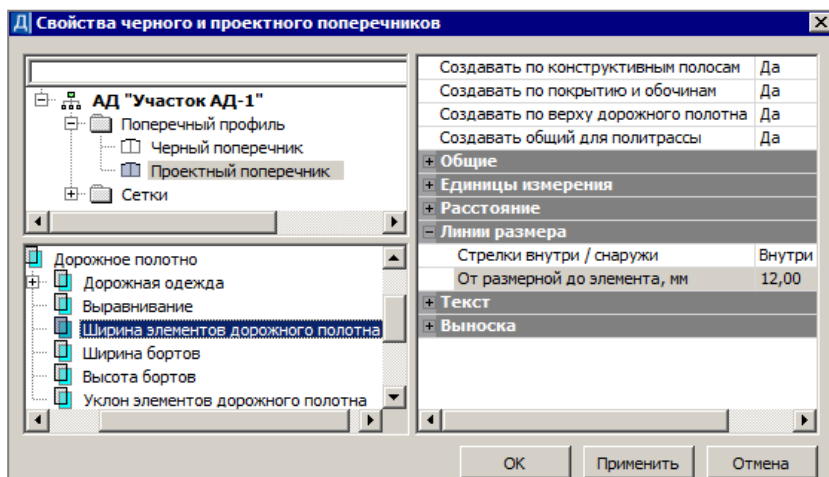

Рис. 30.5
- Откройте диалог **Свойства черного и проектного поперечников** в меню **Установки** и отредактируйте значение параметра *От размерной до элемента* для ширины элементов дорожного полотна (рис. 30.5).